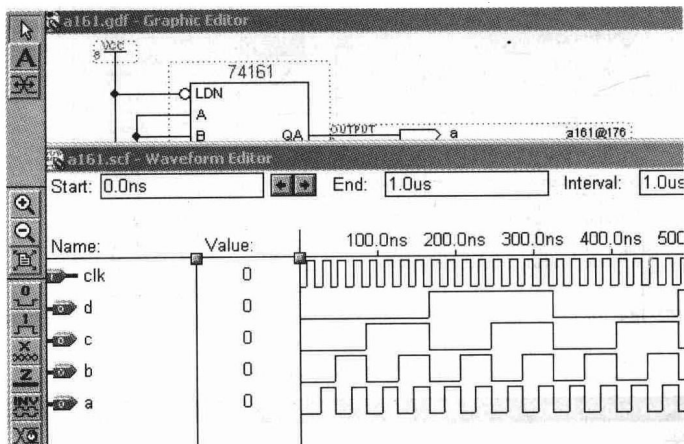

图 1-18 波形仿真图
(13) 波形仿真: 选择菜单 [Max+plus II] | [Simulator] | [Start], 红色进度条从左到右仿真, 出现仿真信息 “0 errors” 后确定, 仿真波形如图 1-18 所示。